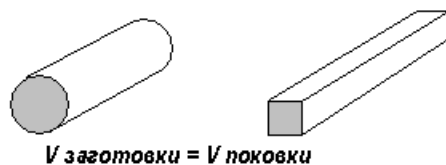

Рис. 3.1. Закон постоянства объёма
**1. Закон постоянства объёма:** «Объём тела до деформации равен его объёму после деформации» – используется для определения размеров заготовок (рис. 3.1).